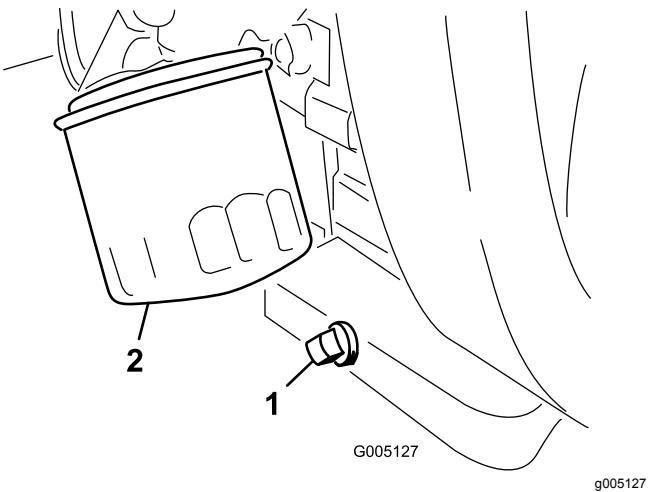

Figure 31
1. Retirez le bouchon de vidange (Figure 31) et laissez couler l'huile dans un bac de vidange.
2. Nettoyez le filetage du bouchon de vidange, enduisez-le de produit d'étanchéité au PTFE et remettez le bouchon en place (Figure 31).
3. Déposez le filtre à huile (Figure 31).